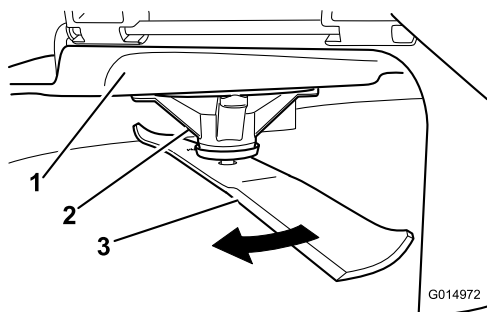

Figura 61
2. Usando luvas almofadadas ou outra proteção adequada para as mãos, rode lentamente lâmina para uma posição que lhe permita uma medição da distância entre a extremidade de corte e a superfície nivelada onde a máquina está (Figura 61).